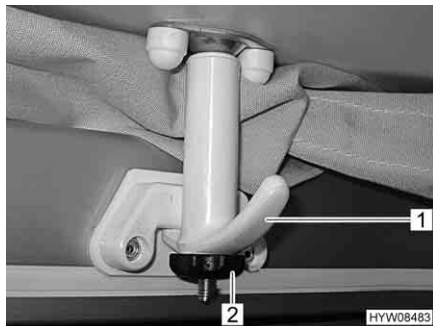

Fig. 35 Tenditore (bloccato)
- Serrare la vite a testa cilindrica zigrinata (Fig. 35,2) sui due tenditori anteriori (Fig. 35,1). Il tetto sollevabile risulta così bloccato e non può sollevarsi.